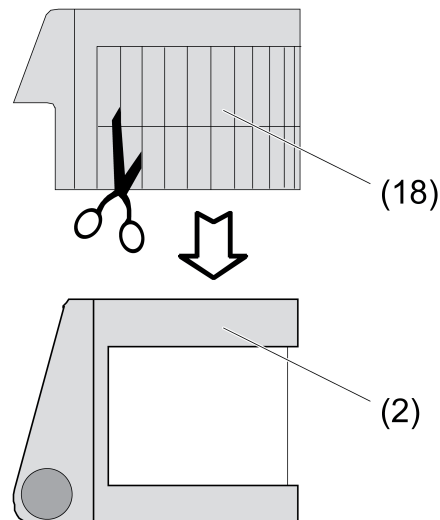

Bild 18: Aufsteckblende ausschneiden
- Aufsteckblende (18) ausschneiden (Bild 18).
- Aufsteckblende auf den Sensorkopf (2) schieben.